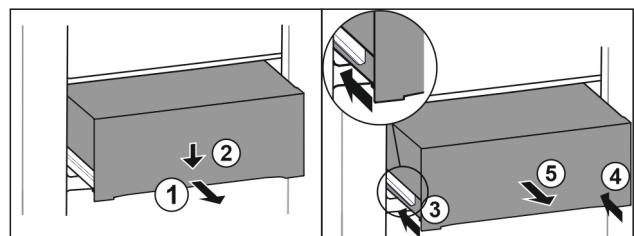

Fig. 88
- Изтеглете чекмеджето наполовина. Fig. 88 (1)
- Натиснете надолу чекмеджето от предната страна. Fig. 88 (2)
- Вкарайте лявата релса приблизително 2 см навътре. Fig. 88 (3)
- Вкарайте дясната релса приблизително 2 см навътре. Fig. 88 (4)
- Извадете чекмеджето напред. Fig. 88 (5)